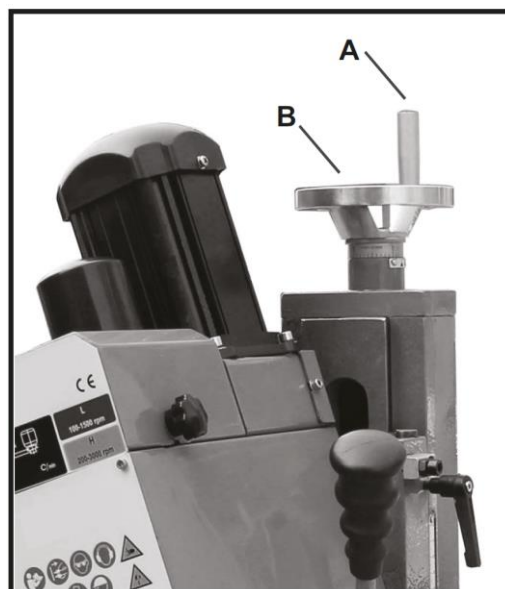

Рис. 02
1. Прикрутите рукоятки (А, рис. 02) к маховику (В, рис. 3) и затяните.